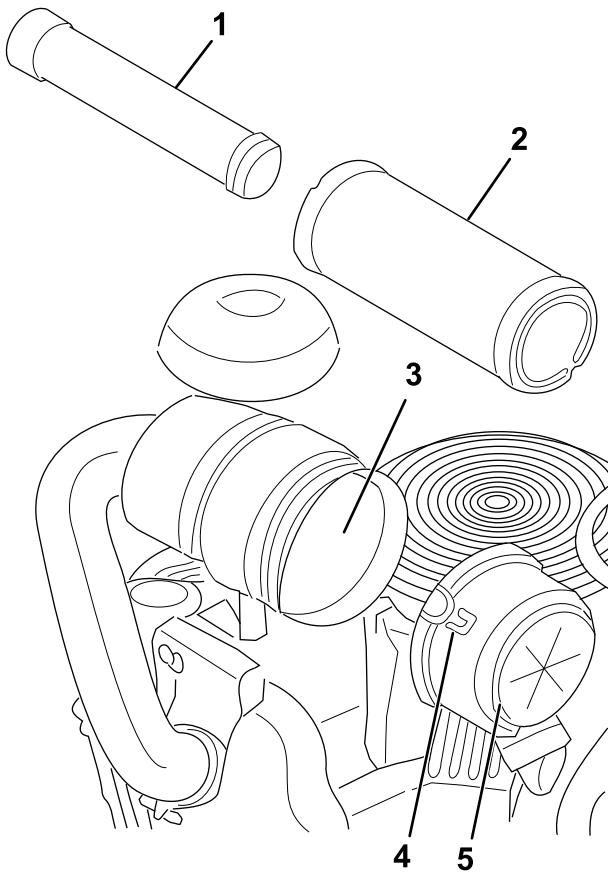

Figure 35
- Ouvrez les dispositifs de verrouillage du filtre à air et détachez le couvercle du boîtier du filtre (Figure 35).
- Sortez le préfiltre du boîtier du filtre avec précaution (Figure 35).
2. Si vous remplacez l'élément intérieur, insérez-le avec précaution dans le boîtier du filtre (Figure 35).
3. Placez ensuite le préfiltre sur l'élément de sécurité avec le même soin (Figure 35).
4. Remettez en place et verrouillez le couvercle du filtre à air (Figure 35).